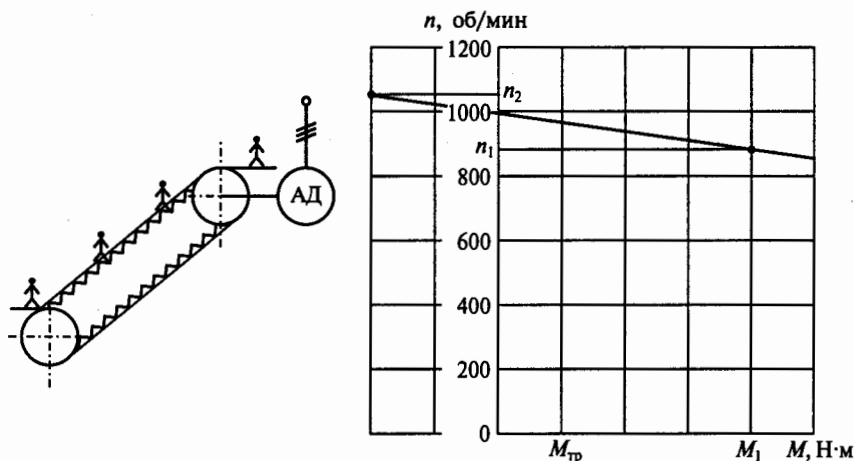

Рис. 223
**9.52.Р.** Эскалатор метро (рис. 223, а) приводится в движение асинхронным трехфазным двигателем с фазным ротором, есте-
ственная механическая характеристика которого изображена на рис. 223, б. Частота вращения двигателя при подъеме пассажиров  $n_1 = 900$  об/мин, а момент, развиваемый двигателем,  $M_1$ . Какова частота вращения двигателя  $n_2$  при спуске того же числа пассажиров, если момент, определяемый силами трения в звеньях механизма эскалатора, при подъеме и спуске одинаков и равен  $M_{тр}$ , а двигатель работает в режиме генераторного торможения?